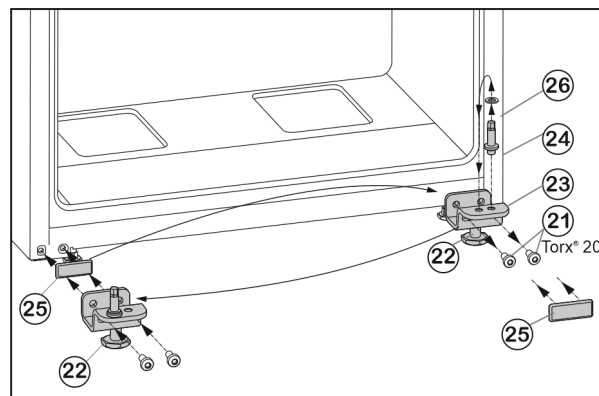

Fig. 9
- ▶ Odkręcić śruby mocujące Fig. 9 (21).
- ▶ Usunąć dolną płytkę zawiasu Fig. 9 (23), wraz z trzpieniem zawiasu Fig. 9 (24), podkładką Fig. 9 (26) i nóżką Fig. 9 (22).
- ▶ Odkręcić całą trzpień zawiasu Fig. 9 (24) z podkładką Fig. 9 (26), przełożyć do przeciwległego otworu mocującej płytki zawiasu i tam dokręcić.
- ▶ Ostrożnie zdjąć płytkę ostanającą Fig. 9 (25) i przełożyć na przeciwną stronę.
- ▶ Całą dolną płytkę zawiasu Fig. 9 (23) wraz z trzpieniem zawiasu Fig. 9 (24), podkładką Fig. 9 (26) i nóżką Fig. 9 (22) ponownie przykręcić po nowej stronie zawiasu, ew. przy użyciu wkrętarki akumulatorowej (z siłą 4 Nm).
- ▶ Założyć drzwi od góry na trzpień zawiasu Fig. 9 (24).
- ▶ Wykręcić nóżkę Fig. 9 (22) przy dolnej płytce zawiasu Fig. 9 (23), aż będzie przylegać do podłoża.